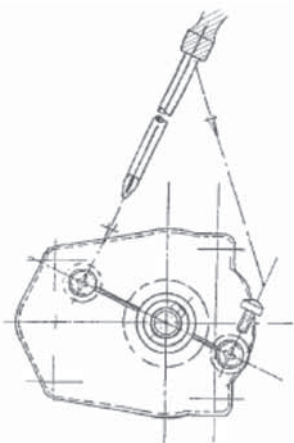

рис.10
3. Выкрутите винты, демонтируйте центрирующую крышку (рис. 10).